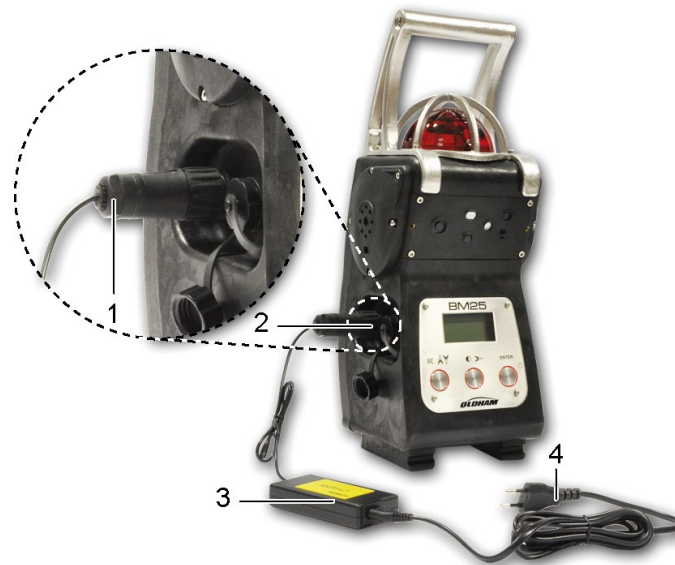

Figura 10: carregamento em uma área segura
Insira o conector macho (Figura 10, ref. 1) do carregador (ref. 3) na porta de carga correspondente e identificada com um anel vermelho (ref. 2) no BM 25/25W. Conecte a outra extremidade do cabo de alimentação (ref. 4) à fonte de energia. O tempo para carregamento é de 4,5 horas com o carregador universal 110/230 VAC.